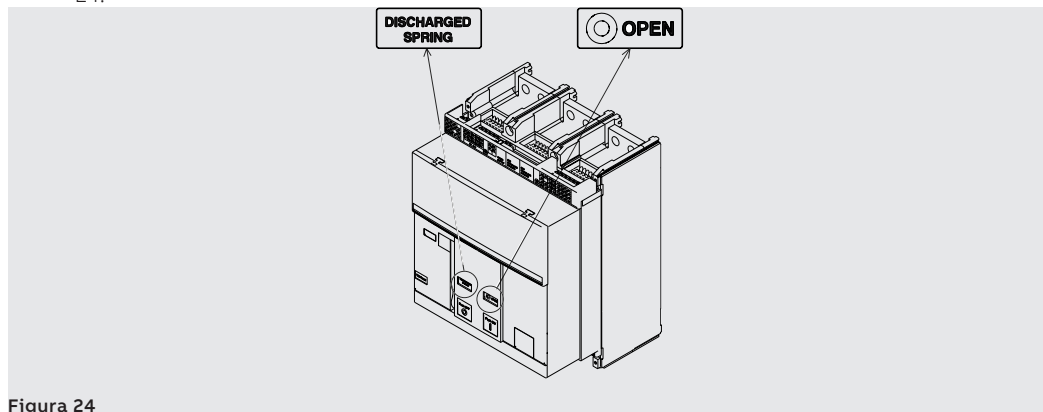

Figura 24
7. Controllare che l'interruttore sia aperto (segnalatore aperto/chiuso "O - OPEN"), e controllare che le molle siano scariche (segnalatore molle "bianco - DISCHARGED SPRING") come indicato in Figura 24.